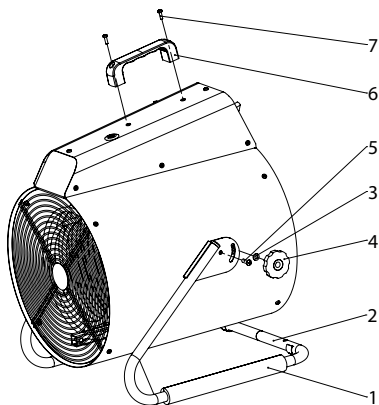

Рис. 1. Подготовка к работе
Для приведения в рабочее положение прибора необходимо снять с опоры изоляционный упаковочный материал (1), установить опору (2) на корпус винтами (5), как указано на рис. 1. На барашковый винт (4) надеть шайбу М6 (3) и закрутить через отверстие опоры в корпус. Прикрепить ручку для переноса (6) к блоку управления при помощи винтов М4х14 (7).